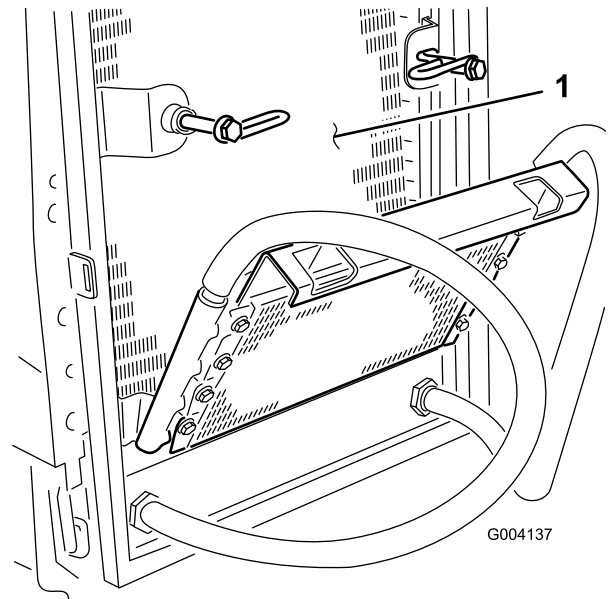

**Bild 73**
6. Reinigen Sie beide Seiten des Ölkühlers und des Kühlers gründlich mit Druckluft (Bild 73).